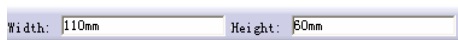
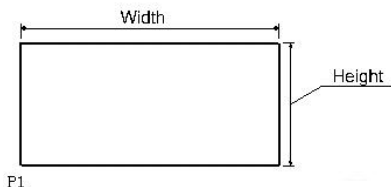

图 2-42
图 2-43
- 起点和矩形宽、高的方式：在如图 2-42 所示的工具条的 Width 和 Height 数值框中输入相应的数值，确定矩形的宽度和高度来绘制矩形，如图 2-43 所示。